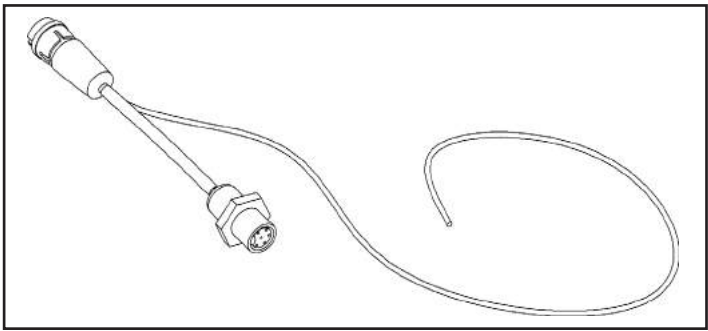
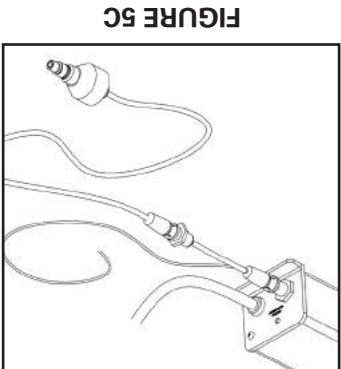
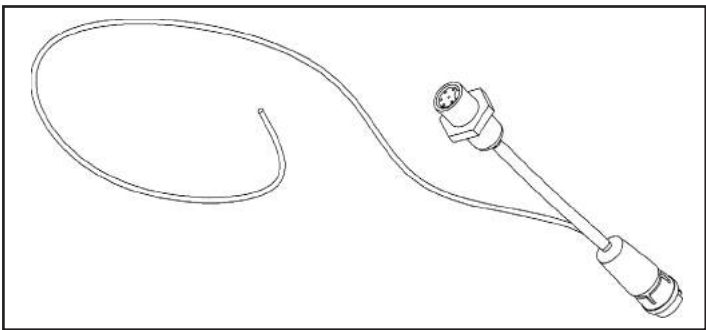

FIGURE 5A
FIGURE 5B
FIGURE 5A
For those looking for the capability to transmit the UV intensity data to a remote location via a 4-20 mA signal, an optional "Y" cable is available from your dealer (Figure 5A). Please order PN 260134. This "Y" cable comes with 20 meters (65') of cable for the 4-20 mA signal. To install, first remove the existing sensor cable from the Cobalt "Plus" controller (Figure 5B) and affix the new "Y" cable (Figure 5C). Next, attach the "male" end of the existing sensor cable to the "female" end of the new "Y" cable. Appropriately attach the 4-20 mA cable to the applicable equipment and ensure all connections are hand-tight.
6. Sortie 4-20 mA (en option) : Pour ceux qui veulent pouvoir transmettre, à l'aide d'un signal 4-20 mA, les données sur l'intensité UV à un lieu éloigné, un câble " Y " de 20 mètres de long (65 pi) est vendu en option chez votre détaillant (Figure 5A). Pour l'obtenir, commander le câble no PN 260134. Pour l'installer, vous devez d'abord débrancher le câble original du capteur du contrôleur Cobalt " Plus " (Figure 5B) et y brancher le nouveau câble " Y " (Figure 5C). Ensuite, brancher l'extrémité mâle du câble original du capteur à l'extrémité femelle du nouveau câble " Y " ; Finalement, brancher le câble 4-20 mA à l'appareil approprié et s'assurer que tous les raccordements sont bien serrés.